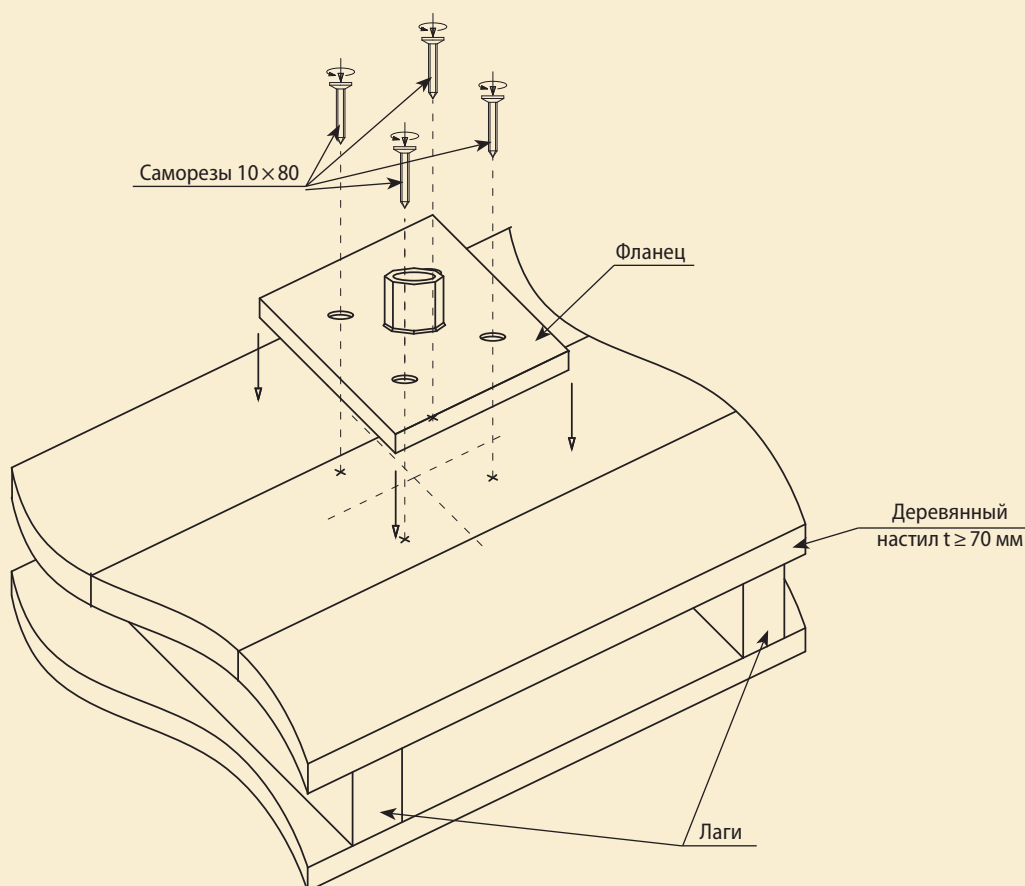

Рис. 1.5
1.3.3. Установите фланец, совместив его центр с точкой отмеченной на основании. Закрепите фланец при помощи саморезов 10 × 80 (рис. 1.5).